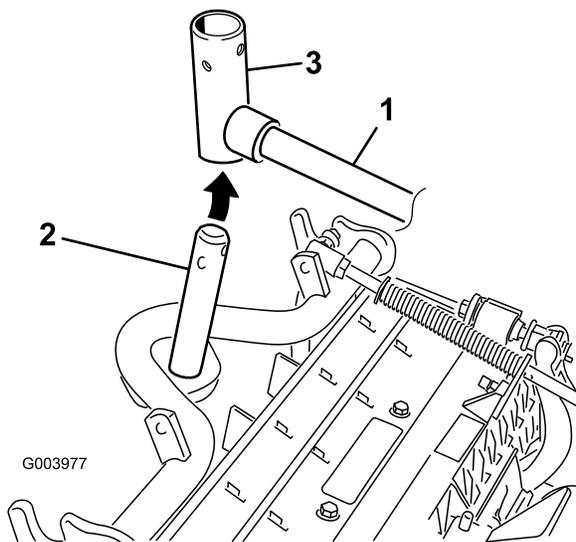

Figura 8
8. Nas unidades de corte dianteiras, faça deslizar uma unidade de corte sob o braço de elevação enquanto insere o veio da estrutura de suporte para cima para dentro da forquilha da articulação do braço de elevação (Figura 8).
B. Insira a forquilha do braço de elevação no veio da estrutura de suporte (Figura 8).